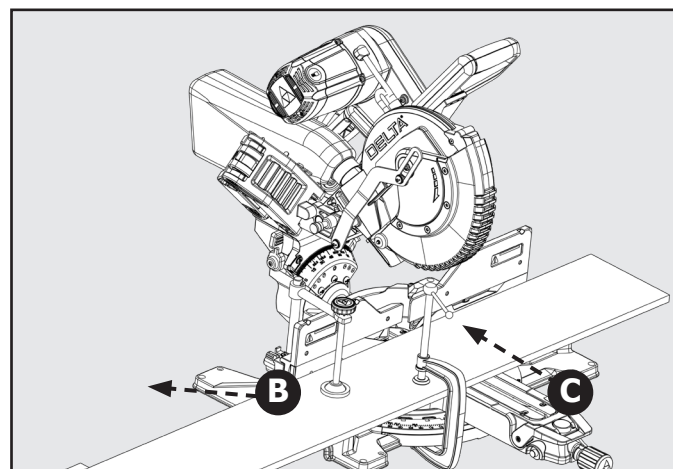

Figura 17
En la mayoría de los casos, las extensiones de la mesa incluidas (apoyos de las piezas de trabajo) serán suficientes para apoyar las piezas de trabajo más largas. Si no son lo suficientemente largas, la pieza de trabajo deberá apoyarse desde fuera de la sierra. Se puede utilizar un apoyo adicional (B) para lograr que la pieza de trabajo quede apoyada de forma plana en la mesa de la sierra. Utilice la abrazadera de fijación incluida o una abrazadera C (C) para asegurar la pieza de trabajo a la mesa de la sierra ingletadora. Consulte la Figura 17.